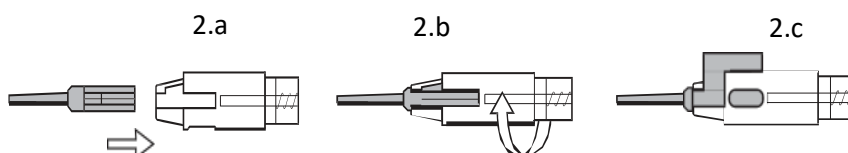

Fig. 2
10. Setzen Sie die verschlossene Kartusche in die Ladebucht des Injektorkörpers ein und arretieren Sie die Kartusche mit einer sanften Drehung der Flügel, wie in Abb. 2 gezeigt.